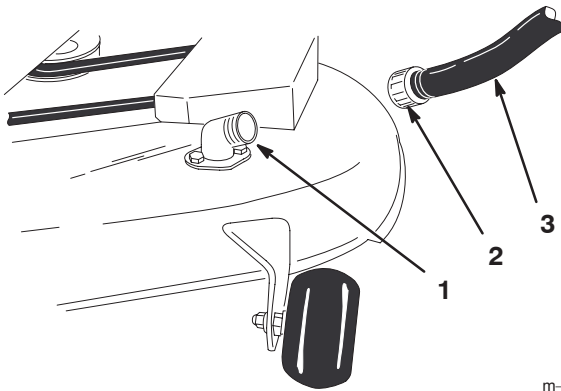

Figure 47
4. Vissez le raccord du tuyau à l'embout de lavage du carter de tondeuse et ouvrez l'eau en grand (Fig. 47).